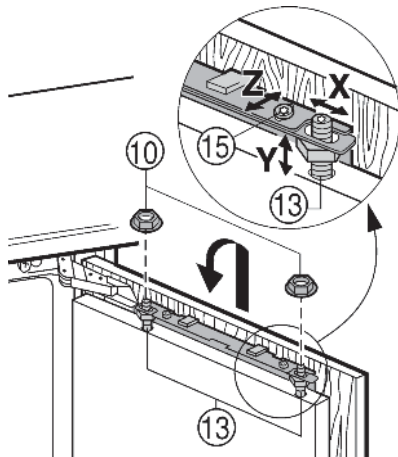

Fig. 18
- ▶ Accrocher la porte du placard sur les boulons d'ajustage Fig. 18 (13), visser légèrement les contre-écrous Fig. 18 (10) sur les boulons d'ajustage.
- ▶ Ajuster la porte du placard à hauteur de Y en l'inclinant sur le côté : régler les boulons d'ajustage Fig. 18 (13) à l'aide d'un tournevis.
- ▶ Serrer les contre-écrous Fig. 18 (10).